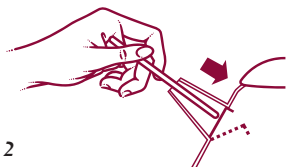

Fig. 2
- Retirar el filtro anticalcáreo, empujando con un objeto alargado (no puntiagudo) a través del agujero del pico de vertido hacia el interior del hervidor hasta provocar la salida del filtro de su sede (fig. 2).